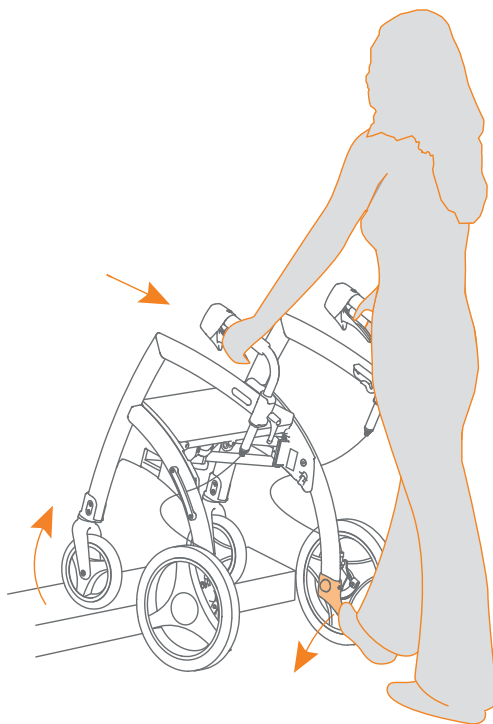

Figure 25: Marcher sur le trottoir ou franchir le seuil
- b. Poussez l'aide-bordures vers le bas avec votre pied, tandis que vos mains tirent le Rollz Motion vers l'arrière. Vous verrez que les roues avant vont alors se soulever. Vous pouvez maintenant pousser le Rollz Motion vers l'avant jusqu'à ce que les roues avant aient clairement passé l'obstacle (**Figure 25**).